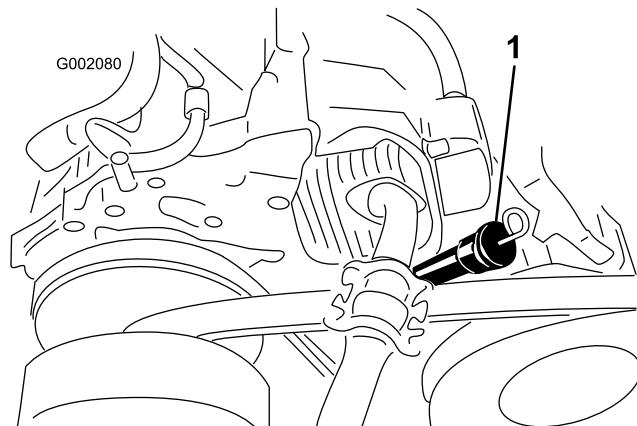

Рисунок 16
3. Очистите поверхность вокруг заливной горловины тканью (Рисунок 16), чтобы загрязнения не могли попасть в заливное отверстие и привести к повреждению двигателя.
4. Извлеките масляный щуп и начисто протрите его (Рисунок 16).
5. Вставьте щуп в заливную горловину до упора (Рисунок 16).
8. Вставьте масломерный щуп до упора (Рисунок 16).